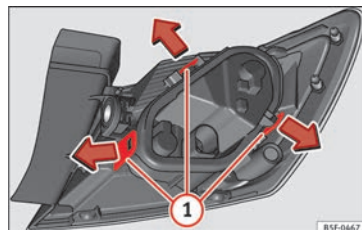

Abb. 117 Befestigungslaschen Rückseite Heckleuchte.
- Bauen Sie den Lampenträger » Abb. 117 aus, indem Sie die Befestigungslaschen ① entriegeln.